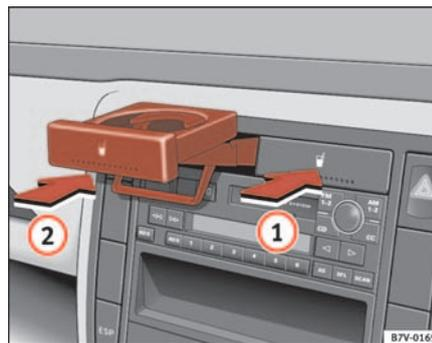

Abb. 106 Getränkhalter in der Mittelkonsole
- Drücken Sie den Getränkhalter in Pfeilrichtung ⇒ Abb. 106 ganz hinein, bis er einrastet.